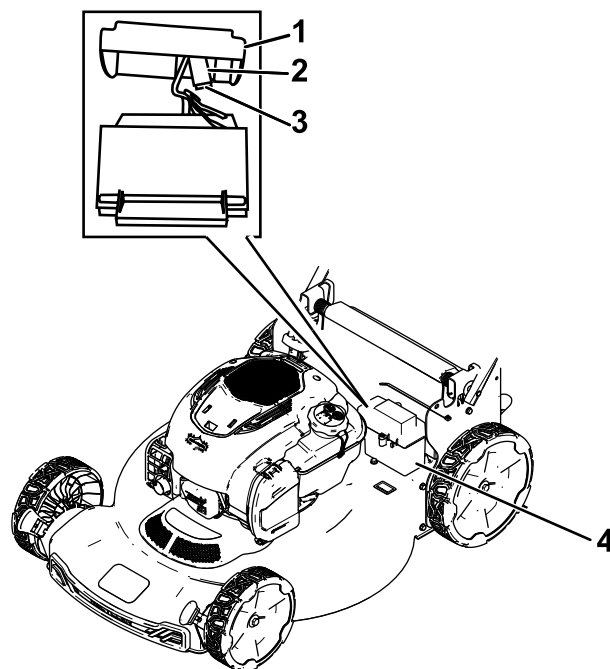

Figure 27
1. Enlevez le couvercle du logement de la batterie (Figure 27).
2. Retirez la batterie et localisez le fusible (Figure 27).
3. Remplacez le fusible dans le porte-fusible (Figure 27).
4. Remplacez le couvercle sur le logement de la batterie (Figure 27).